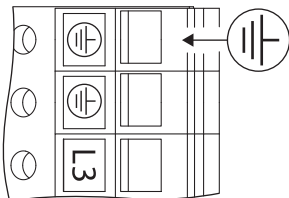

fig.21: Messa a terra supplementare
- A causa della corrente dispersa elevata con motori da 11 kW si deve collegare in conformità a EN 50178 un'ulteriore messa a terra rinforzata (fig. 21).